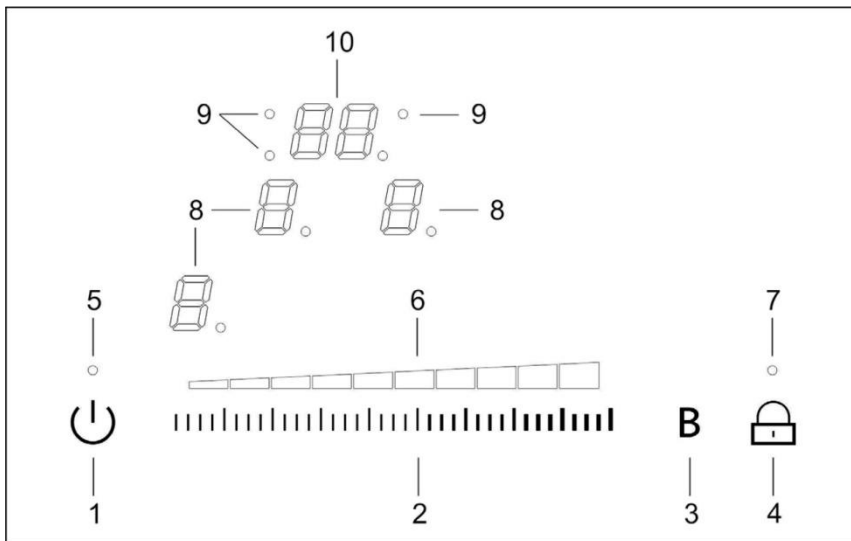

Fig.2 - Abb.2
**Instrukcja użytkownika (rys. 2)**